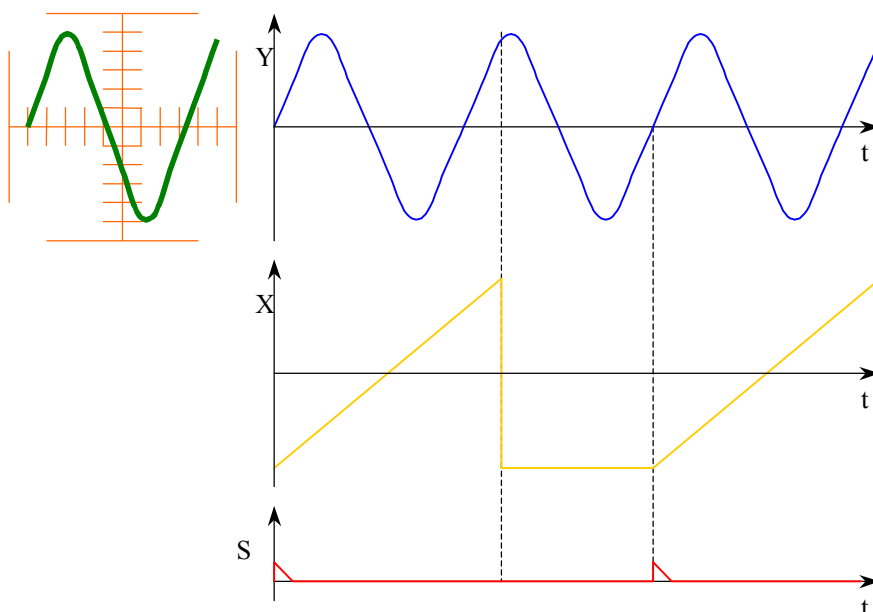

Rys. 5. Powstawanie **niestabilnego obrazu** przebiegu napięcia przyłożonego na płytki Y
Załóżmy teraz, że chcemy mieć na ekranie nieco więcej niż jeden okres. Rozwiązanie jest banalne, wystarczy zwiększyć okres przebiegu na płytkach X . W zasadzie tak, ale może to doprowadzić do sytuacji, w której kolejny fragment kreślonego przebiegu (Y) nie będzie rozpoczynał się od tego samego miejsca. Na ekranie pojawi się wtedy, zamiast jednego przebiegu, kilka (lub znacznie więcej) przebiegów o mniejszej intensywności co przedstawia rys. 5. Otrzymany obraz będzie niestabilny.